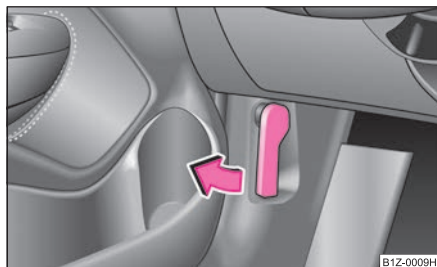

Fig. 194 Palanca de desbloqueo para el capó
- Tire de la palanca de desbloqueo debajo del tablero de instrumentos, lado del conductor ⇒ fig. 194.
- Desbloquee el capó del vano motor ⇒ fig. 194.